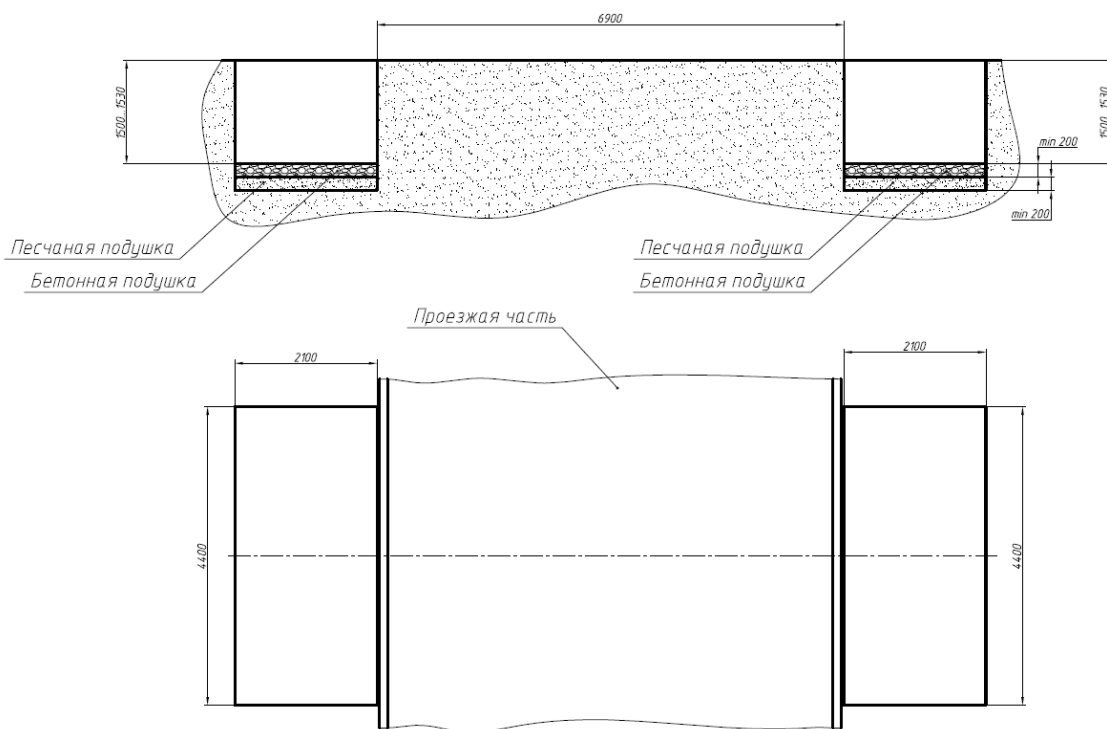

рис.2
2.1 Произвести разметку в месте установки шлагбаума (рис.2).
2.3 На дне котлованов выполнить бетонное основание толщиной не менее 200мм для установки шлагбаума (рис. 2). Допускается применять фундаментные плиты для выставления шлагбаума. Расстояние от верхней плоскости основания до плоскости дорожного покрытия должно быть  $1515\pm 15\text{мм}$ .